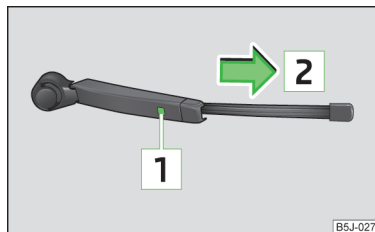

Fig. 35
- Levantar el brazo de la escobilla separándolo del parabrisas » fig. 35.